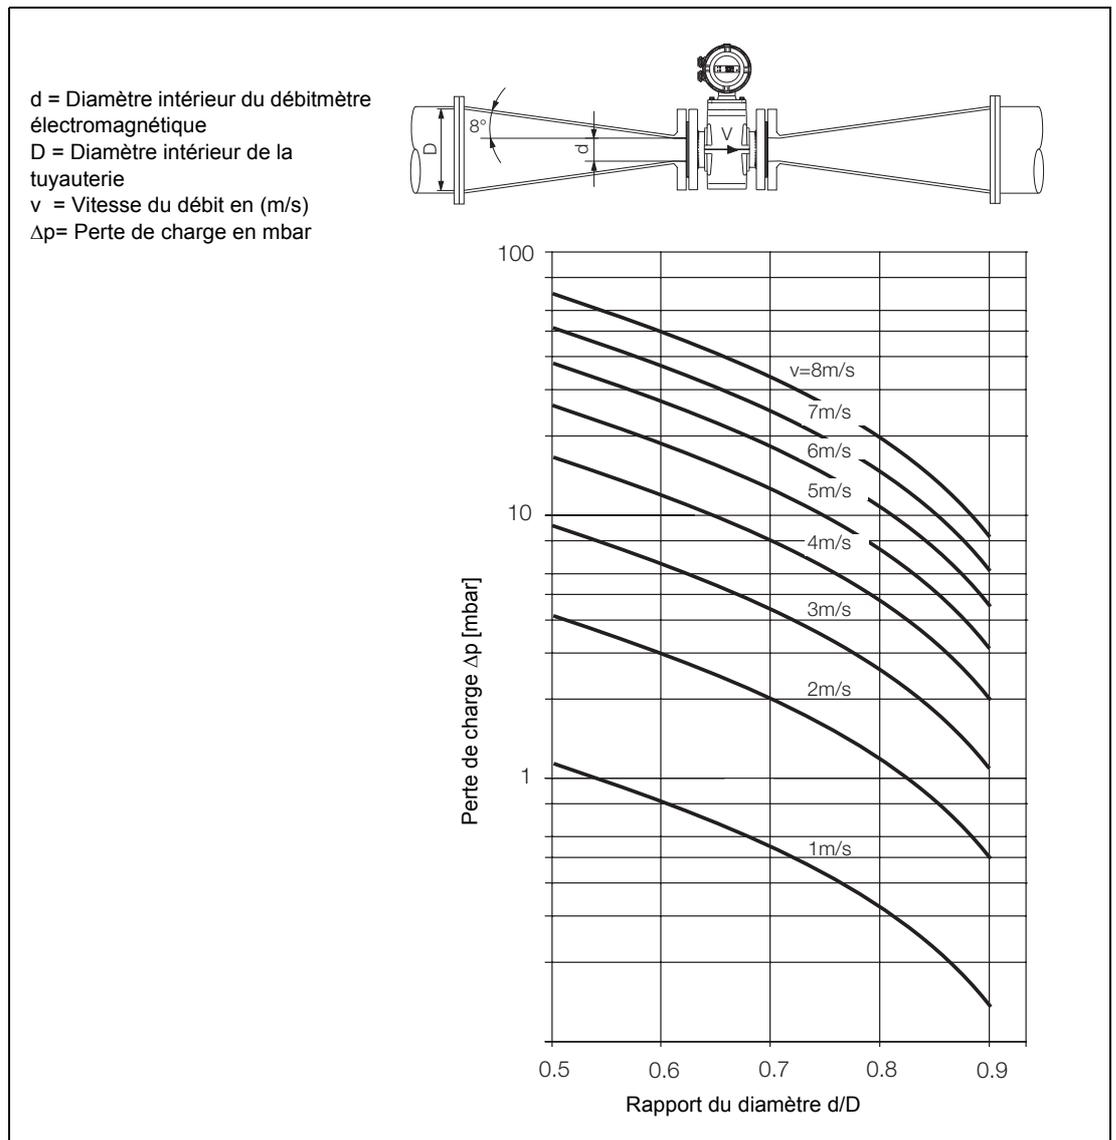

Fig. 14: Monogramme de débit pour les déterminations de perte de charge pour débitmètre électromagnétique avec réducteurs à brides, $\alpha/2 = 8^\circ$
Le débitmètre peut être installé dans des canalisations plus grandes à l'aide de réducteurs. La perte de charge due à une réduction peut être définie à partir du monogramme Fig. 14 à l'aide de la procédure suivante :
3. La perte de charge peut être lue sur l'axe - Y - à l'intersection de la courbe de la vitesse d'écoulement et la « valeur du rapport d/D du diamètre » sur l'axe - X - à la Fig. 14.